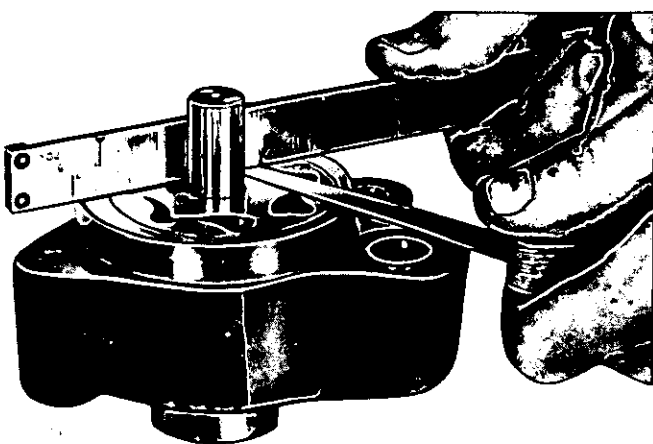

Fig. 37 - Controllo del gioco fra il lato superiore dei rotori ed il piano di appoggio del corpo della pompa.
- Controllare il gioco fra il lato superiore dei rotori ed il piano di appoggio del corpo della pompa sul supporto anteriore dell'albero motore (Fig. 37); se il gioco risulta superiore a quello riportato nella tabella (pag. 12), è necessario sostituire i rotori o il corpo della pompa.